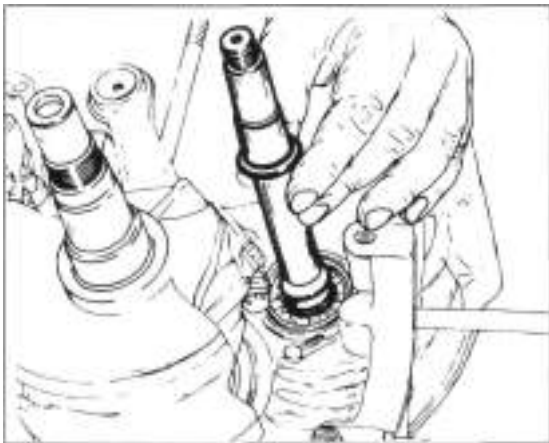

Bild 187
- Die Steuerriemen-Antriebswelle mit Pass-Scheibe einsetzen (Bild 187).